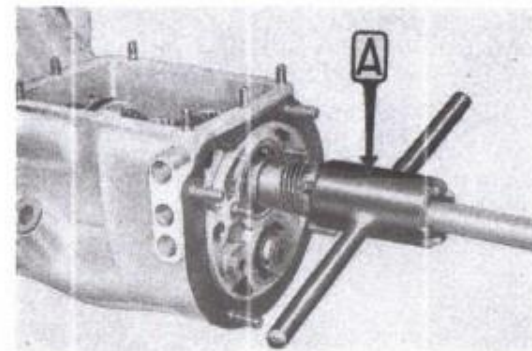

Fig. 59.
- Svitare la ghiera (4) sull'albero principale con la chiave A. 8066 (fig. 59).